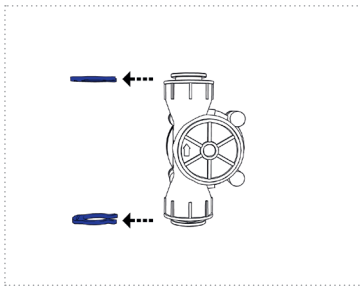
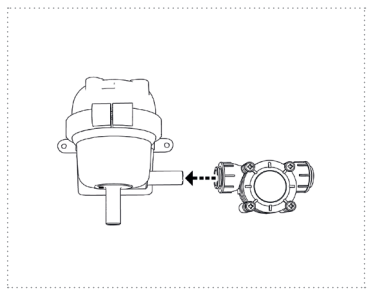
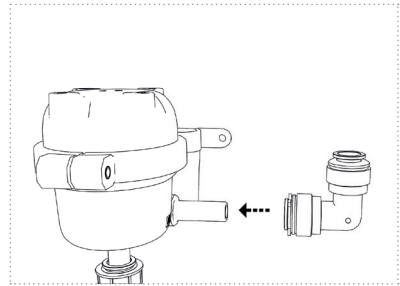

Figure 10
Figure 11a
Figure 11c
4. Retirez les bagues de sécurité du capteur de débit (figure 10). Selon vos préférences d'installation, enflez le capteur de débit sur le raccord d'eau « IN » ou « OUT » du réacteur (figures 11a et 11b). **IMPORTANT :** Respectez le sens du débit indiqué sur le capteur de débit (marqué par une flèche). Connectez ensuite le connecteur coudé fourni dans l'emballage sur le raccord d'eau libre du réacteur (selon l'emplacement du capteur de débit, voir figure 11c).